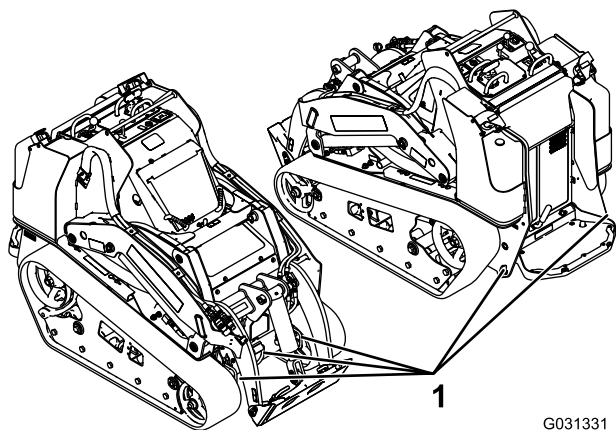

Figure 34
Vous pouvez soulever la machine en vous servant des points d'attache/de levage indiqués à la Figure 34.
6. Servez-vous des points d'attache en métal de la machine pour l'arrimer solidement sur la remorque ou le véhicule de transport au moyen de sangles, chaînes, câbles ou cordes (Figure 34).